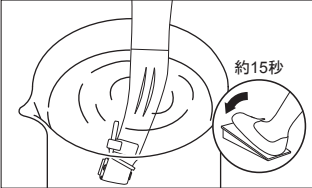

図13
- ハンドピースのヘッド側を約20mm水中に入れ15秒程度正回転、逆回転で回転させてください。（図13）